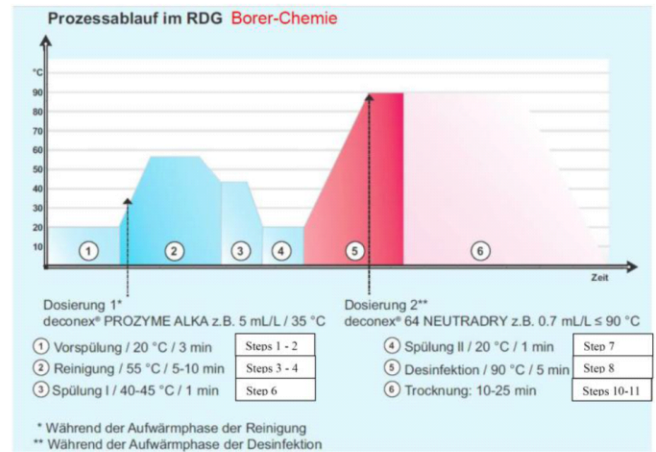

Abb. 1 Schematischer Programmablauf des Programms 1 Instruments Ao-value 3000
5. Programm 1 Instruments Ao-value 3000 für die Thermische Desinfektion starten, Prozessablauf siehe Abb.1. Die thermische Desinfektion erfolgt unter Berücksichtigung der nationalen Bestimmungen und A₀ – Werts (EN/ISO 15883).